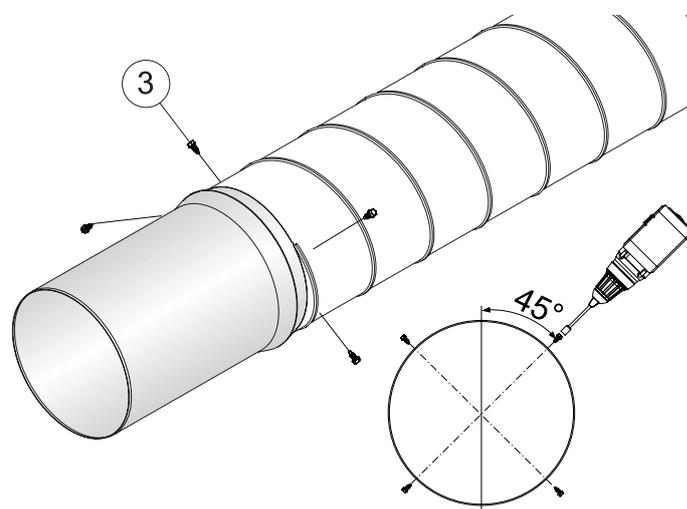

Fig. 4.40
2) Fixer avec vis autoperceuses (3) en haut et latéralement comme indiqué fig. 4.40.